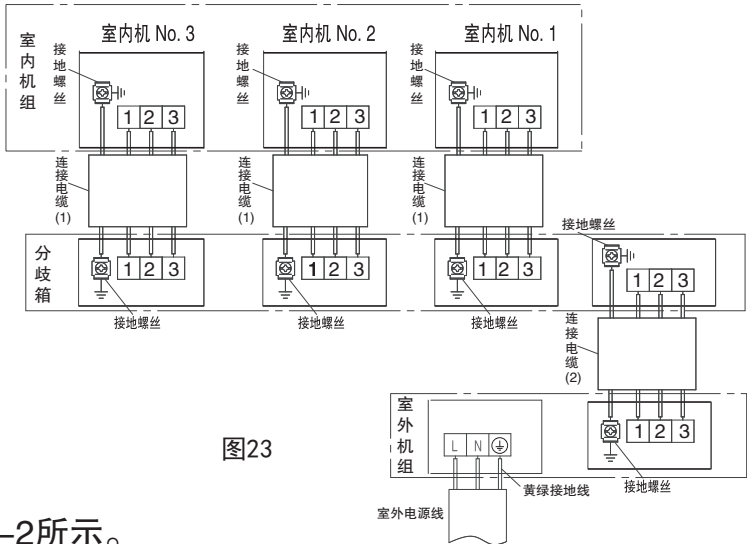

图23
- (1) 连接电缆按接线图示要求正确地连接室内外机组和分歧箱，绝对不可连接错误(如图23)。
- (2) 连接电缆必须用室内外机组和分歧箱上的附属电线压板压紧。